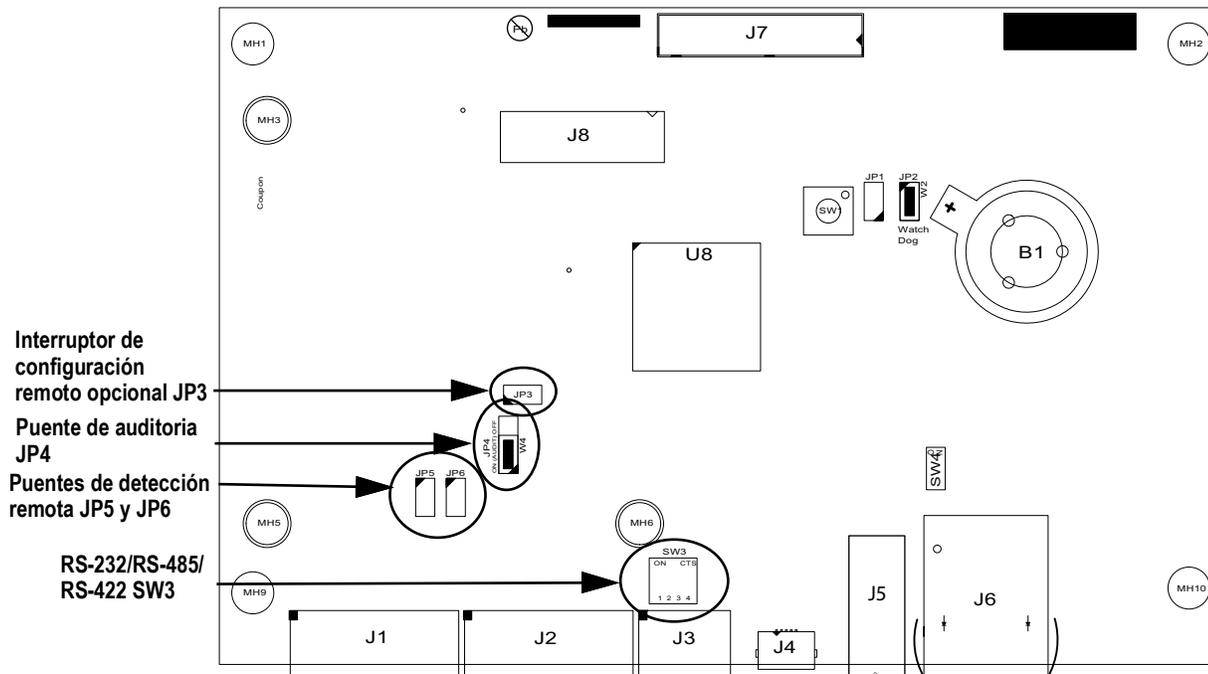

Figura 2-24. Placa de CPU 880
**📝 NOTA:** Para la instalación de 4 cables, deje los puentes JP5 y JP6 encendidos, consulte la Figura 2-24 en la página 36.